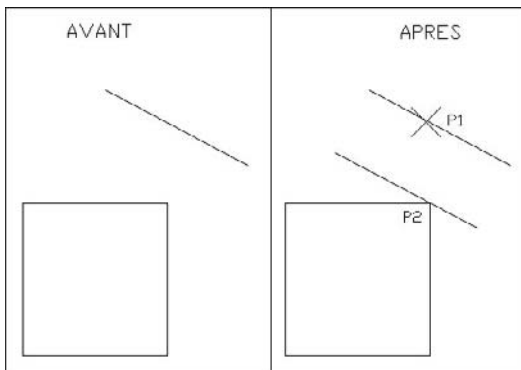

Fig.5.5
- 1 Exécuter la commande de copie à l'aide d'une des méthodes suivantes (fig.5.5) :